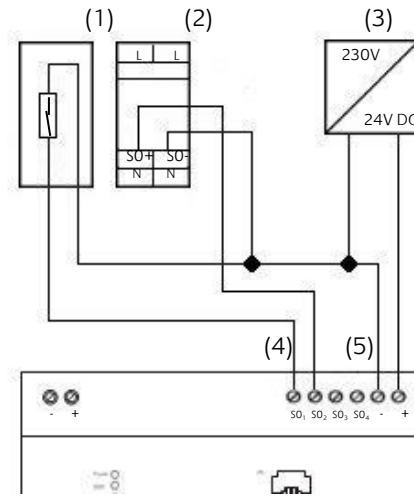

Abbildung 2: Anschlusszeichnung SO
- Bei Verwenden von SO: 24 V DC an die Anschlussklemme für die Spannungsversorgung der SO-Schnittstelle (Abbildung 2, 5) anschließen. **Nicht 230V anschließen!**
- SO-Geräte an SO-Schnittstellen wie folgt anschließen (siehe Abbildung 2, 4).